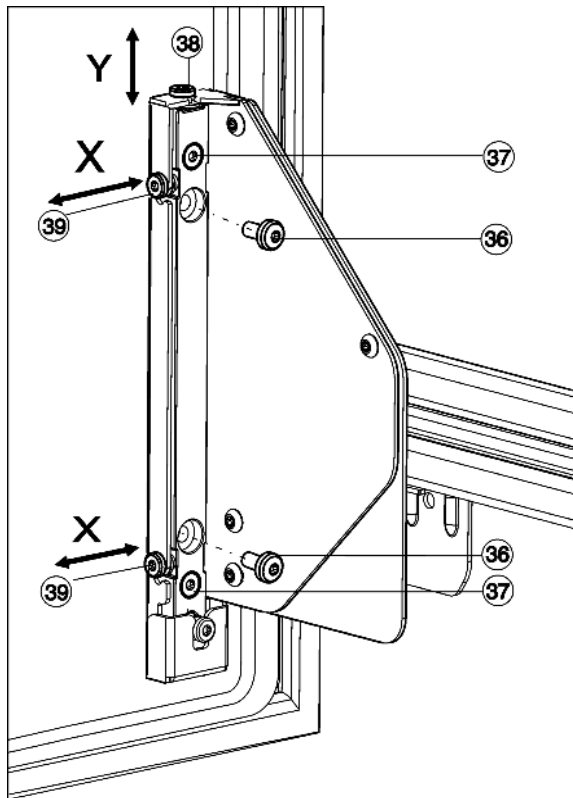

Fig. 23
- ▶ Schroeven Fig. 23 (36) volledig eruit schroeven.
- ▷ De schroeven Fig. 23 (36) opruimen, ze zijn niet langer nodig.
- ▶ Schroeven Fig. 23 (37) met 1 à 2 slagen alleen losdraaien.
- ▶ Stelschroef (38) draaien. Rechtsom: de deur beweegt maximaal 4 mm naar boven. Linksom: de deur beweegt maximaal 2 mm naar onderen.
- ▶ Alle schroeven Fig. 23 (37) weer vastdraaien.
- ▶ Als de schroeven Fig. 23 (36) nog aanwezig zijn, deze volledig eruit schroeven.
- ▶ Stelschroeven Fig. 23 (39) afhankelijk van de gewenste zijdelingse justeerrichting verstellen.
- ▶ Nadat de zijdelingse justering voltooid is, schroeven Fig. 23 (37) weer vastdraaien.